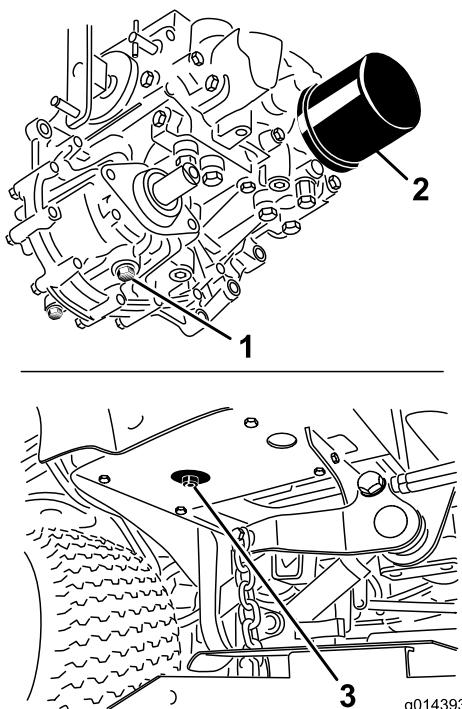

图49
- 在液压油箱和变速箱下放一个大放油盘拔出排油塞排出所有液压油图49。
4. 清洁液压油过滤器周围的区域然后取下过滤器 图49。